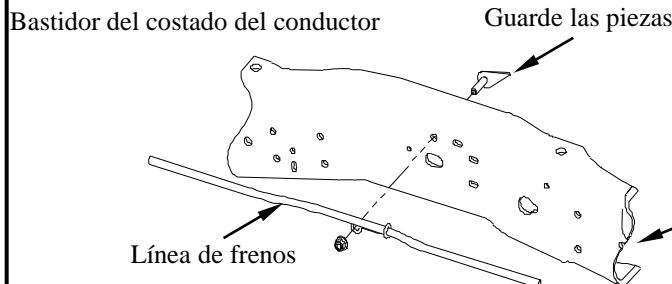

Figura 4a
3. **En vehículos 1999 a 2004 únicamente.** Retire temporalmente los ganchos del cable del freno de emergencia del bastidor del vehículo y guarde las piezas. Ver Figura 4a. También desconecte el cable de seguridad de la base y vuelva a instalar en un orificio cercano disponible una vez que el soporte del bastidor se instale. Ver Figura 4c.